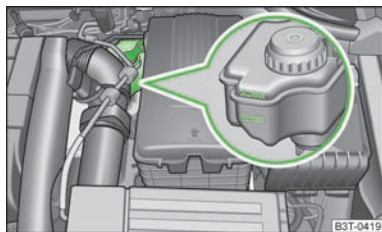

Fig. 146
- Comprobar el nivel de líquido de frenos en el depósito » fig. 146. El nivel debe encontrarse entre las marcas "MIN" y "MAX".